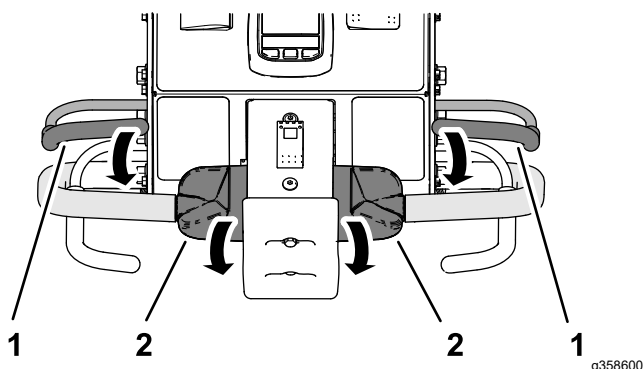

Figure 35
1. Serrez l'une des barres de présence de l'utilisateur contre la poignée du timon et tournez le haut de la commande de déplacement vers l'avant (Figure 35).